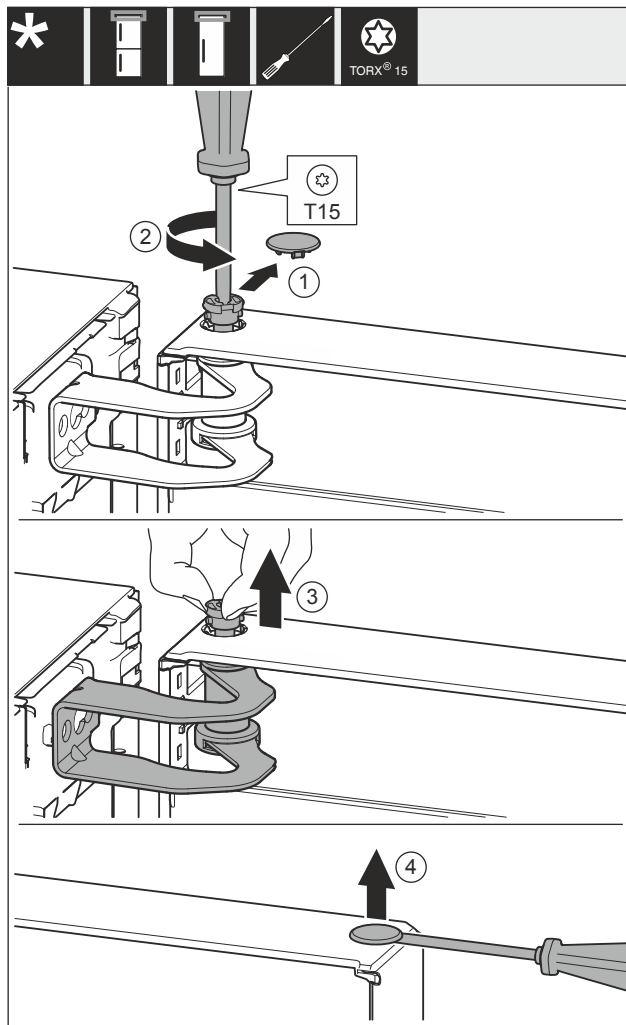

Fig. 13
- Rimuovere con cautela la copertura Fig. 13 (1).
- Estrarre di un passo i perni Fig. 13 (2) con un cacciavite.
- Estrarre i perni Fig. 13 (3) con le dita.
- Sollevare la copertura Fig. 13 (4) con cautela con un cacciavite e rimuoverla.